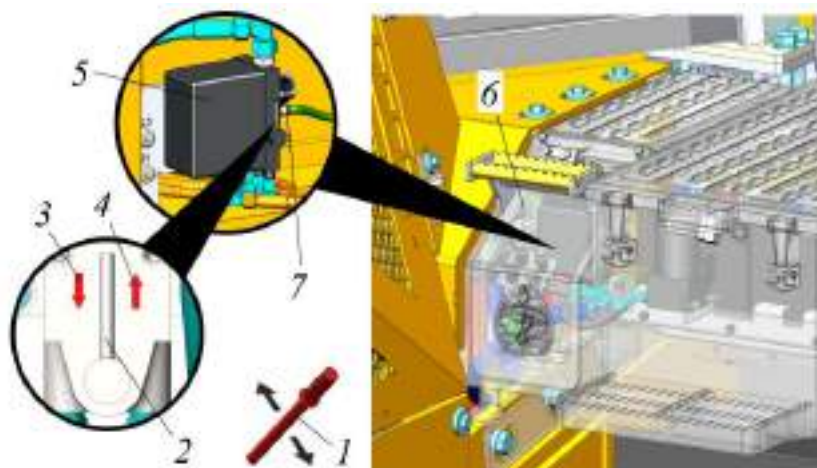
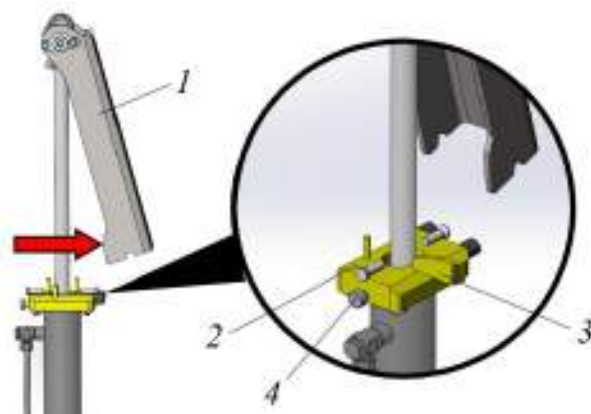

Рисунок 5.19. Опускание кабины с помощью гидравлического насоса с ручным приводом
Рисунок 5.21.. Процедура опускания кабины оператора
Открыть дверцу ящика 6, где расположены насосы подъема кабины, см. рис. 5.19.
► Переместить флажок 2 на насосе в направление вниз, см. поз. 3, рис. 5.19.
► Отводя в сторону блокиратор поз. 1 (рис. 5.21, направление показано стрелкой), качая рычагом 1 вверх и вниз (рис. 5.19) опустить кабину оператора.
После полного опускания штока необходимо переместить флажок 2 на насосе в направление вверх, см. поз. 4 (рис. 5.19) и выполнить 1-2 качания рычагом (вверх-вниз) для выхода проушины ГЦ из зацепления.
Извлечь съемный рычаг 1 из держателя рычага насоса поз. 7, рис. 5.19.